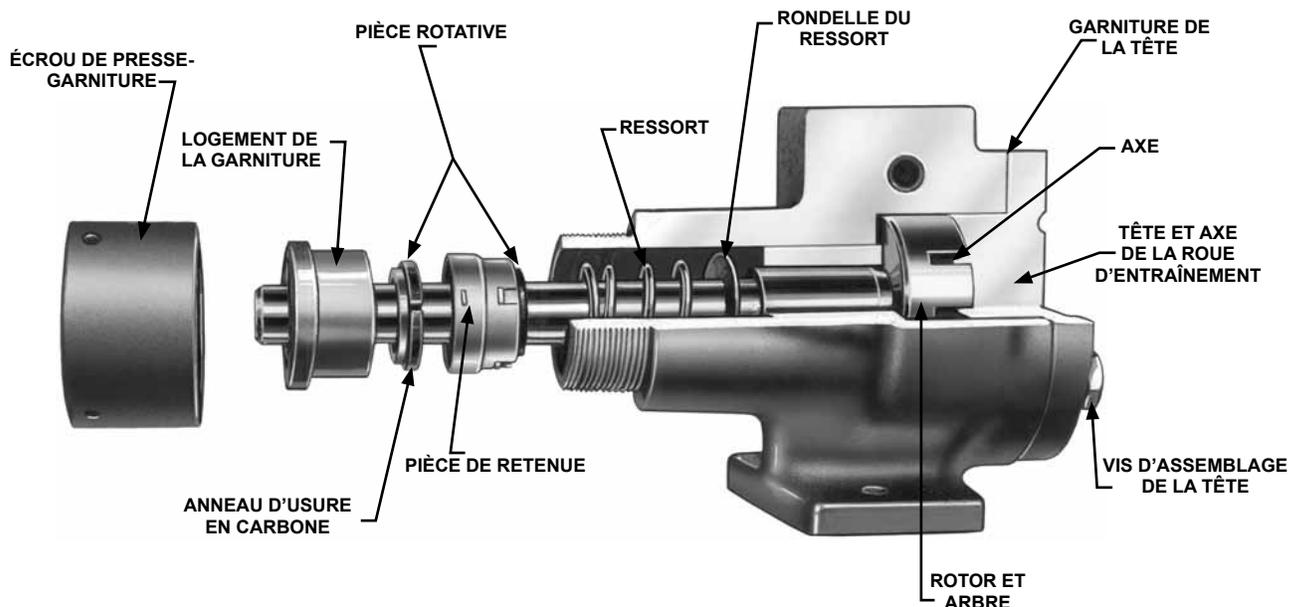

FIGURE 5
4. Lorsqu'une pompe étanchée mécaniquement est assemblée, il est nécessaire de placer la garniture du ressort et le ressort sur l'arbre, voir **Figure 5, page 4**. Couvrir l'arbre et la partie interne des soufflets en caoutchouc de la pièce rotative de la garniture avec de l'huile légère. Glisser la pièce rotative en bas sur l'arbre.